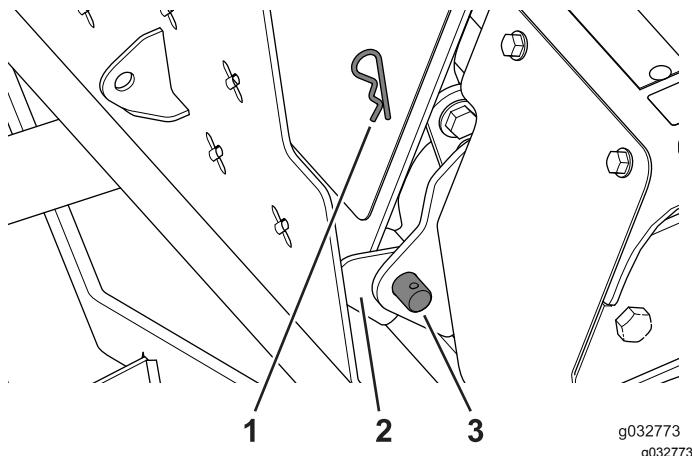

Рисунок 126
1. Используйте ось поворота и игольчатый шплинт для крепления деки оператора, как показано на (Рисунок 126).